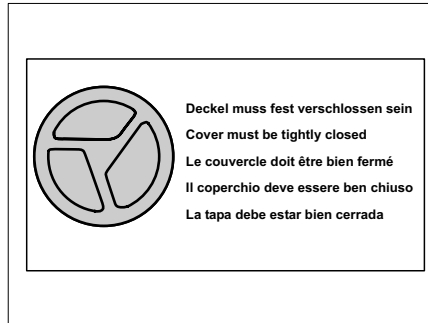

Bild 66 Warnschild Verschlussdeckel
- ▶ Überprüfen Sie vor der Fahrt, ob beide Verschlussdeckel geschlossen sind. Warnschild (Bild 66) beachten.